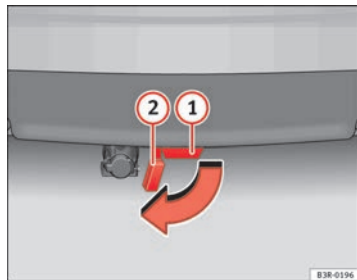

Fig. 152 Parachoques trasero: Abrir el tapón
- Extraiga hasta el tope final el tapón ② ⇒ fig. 152 del tubo de enclavamiento ① que se encuentra debajo del parachoques. El tapón encastra de un modo automático en el tope final.